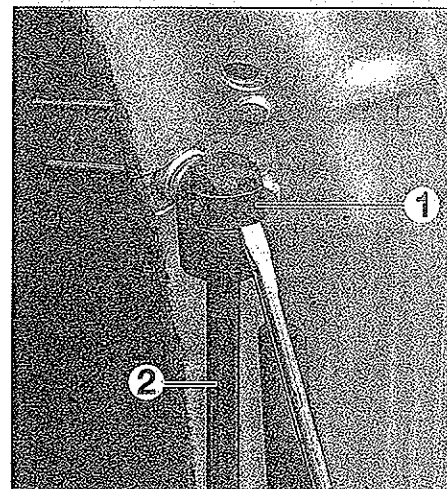

FIG. 14
• Con un segundo operario, desmontar el muelle de sujeción (1) de la varilla (2) del cilindro hidráulico (fig. 14).